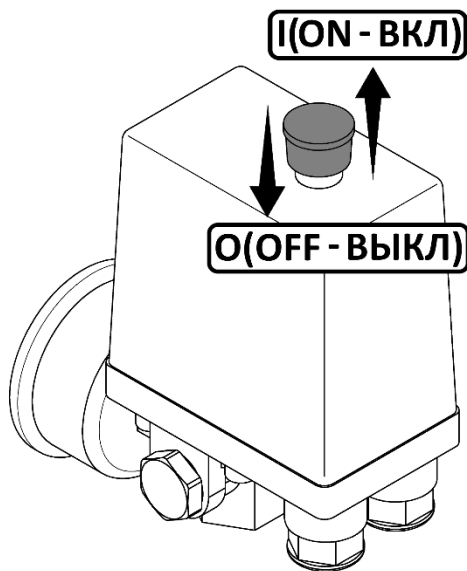

Рисунок 6
- Проверьте, чтобы выключатель на реле давления находился в выключенном положении "О" (рисунок 6).
- Включите компрессор выключателем на реле давления и сразу же выключите. Для этого необходимо переключить выключатель в положение "I" (рисунок 6). Кнопка выключателя имеет фиксированные положения
- Переключите выключатель на прессостате в положение "**О**" или "**OFF**", в зависимости от исполнения (рисунок 6).